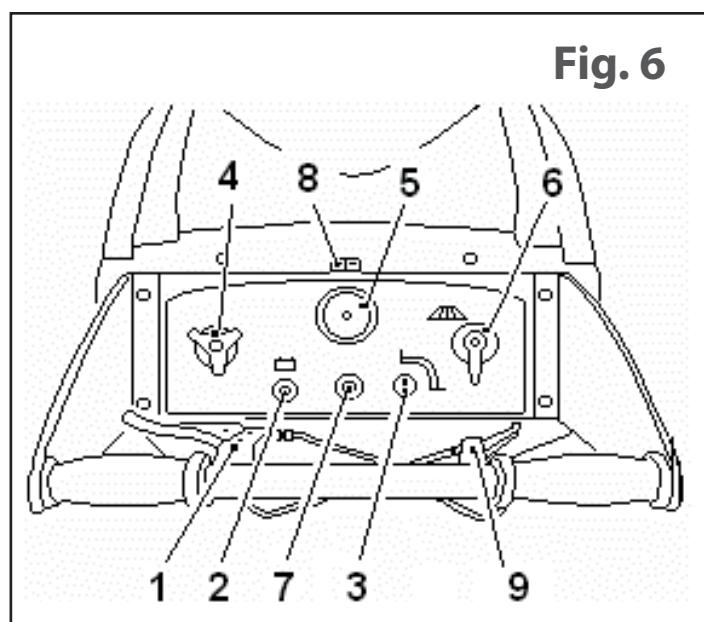

Fig. 6
L'effetto filtrante della macchina fa sì di non vedere polvere nell'ambiente durante il lavoro, ed è ottenuto per mezzo di un filtro a pannello **part. 3 fig. 5**; il sistema filtrante può essere disinserito tirando verso l'alto il pomello **part. 4 fig. 6**.
La leva avanzamento **part. 1 fig. 6**, avvicinata al manico, aziona un meccanismo interno per il quale la macchina si muove di velocità propria (solo in avanti). Una volta rilasciata l'effetto della trazione cesserà.
La leva di inserimento, **part. 6 fig. 6**, fa in modo da poter abbassare la spazzola laterale dal posto di guida; ricordiamo che la spazzola laterale deve essere utilizzata solo per la pulizia di bordi, profili, angoli; è sempre in rotazione quando il motore della macchina è acceso.
Serve per lo scuotimento (pulizia) dei filtri, **part. 3 fig. 5**; si aziona tirando il pomello, part. **5 fig. 6**, verso l'alto fino a fine corsa e rilasciando bruscamente per **5/6** volte in modo da scuotere meccanicamente i filtri, facendo sì che la polvere contenuta nel filtro cada all'interno del contenitore.
IMPORTANTE: Questa operazione deve essere eseguita prima di iniziare il lavoro e prima di svuotare il contenitore, con motore spento o con la leva di chiusura aspirazione, part. **4 fig. 6**, tirata verso l'alto.
Part. 4 fig. 6. Questa leva serve per escludere l'aspirazione creata dalla ventola. Quando si lavora, il pomello deve essere completamente abbassato. L'aspirazione va esclusa, tirando detto pomello verso l'alto, quando si passa con la macchina in moto sopra superfici particolarmente umide o bagnate e quando si vuole scuotere il filtro con il motore acceso.
La leva alzaflap, **Part. 9 Fig. 6**, permette premendola, di alzare la guarnizione anteriore, rendendo possibile la raccolta di oggetti voluminosi. Indicato quindi per foglie, pacchetti di sigarette, ecc..
Part. 3 fig. 6. Serve per avviare e fermare il motore della macchina che aziona tutti i movimenti e le rotazioni ad un regime di giri costante.
Part. 2 fig. 6. Spia che segnala: a luce verde che la batteria è carica, a **luce rossa intermittente** batteria in riserva e A **QUESTO PUNTO PROCEDERE CON LA RICARICA** e luce rossa persistente batteria scarica.
Part. 8 fig. 6. Serve per inserire la connessione al carica-batterie che sia provvisto di uguale spina per la ricarica.
Per le macchine che sono provviste di trazione meccanica propria, lasciare la presa della leva avanzamento, **part. 1 fig. 6**, e frenare con la forza delle braccia; quindi spegnere il motore.
Per le macchine che sono provviste di trazione meccanica propria, lasciare la presa della leva avanzamento, **part. 1 fig. 6**, e frenare con la forza delle braccia; quindi girare in senso antiorario la chiave avviamento **part. 3 fig. 6**.
Girare in senso orario la chiave dell'avviamento **part. 3 fig. 6.**
Girare in senso antiorario la chiave dell'avviamento **part. 3 fig. 6.**
- Evitate di passare sopra a pozzanghere per non danneggiare il filtro polvere; trovandosi in presenza di superfici umide chiudere l'aspirazione tramite il pomello **part. 4 fig. 6** posto sul quadro comandi (tirandola verso l'alto)
- La spazzola laterale deve essere utilizzata solo per la pulizia di bordi, profili, angoli, ecc., deve essere alzata (disinserita) ruotando la leva **part. 6 fig. 6** subito dopo, per non sollevare inutile polvere e perché il risultato ottenuto con la spazzola laterale è sempre inferiore a quello con il solo utilizzo della spazzola centrale.
- Nelle rotazioni, curve o per pulire in spazi ristretti o molto ingombranti è consigliabile non usare la trazione meccanica (rilasciare la leva **part. 1 fig. 6**).